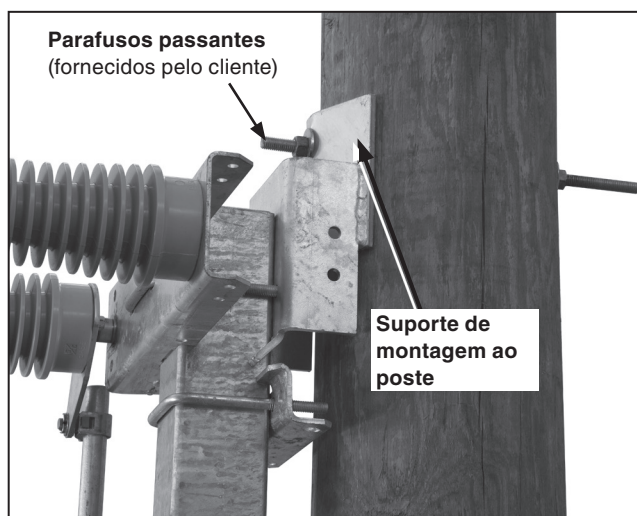

Figura 9. Detalhe de uma fixação típica.
- (f) Posicione a chave de forma que os parafusos passantes projetados do poste se encaixem nos orifícios do suporte de montagem. (O suporte incorpora um orifício em formato buraco de fechadura e um furo oblongo com um dos lados aberto para facilidade de instalação). Ver Figura 9.